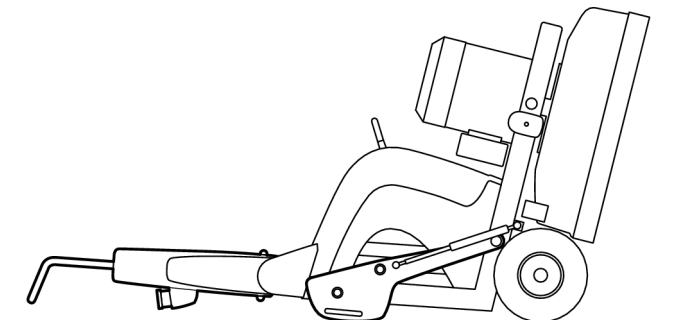

Рисунок 4-8.
4. Осторожно опрокиньте машину назад, чтобы машина полностью лежала на полу, см. Рисунок 4-8, стр. 19.